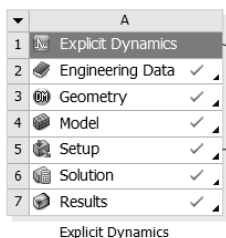

图 11-74 项目管理区中的分析项目
Step2 : 单击右上角的  (关闭) 按钮, 退出如图 11-74 所示的 Workbench 界面, 完成项目分析。